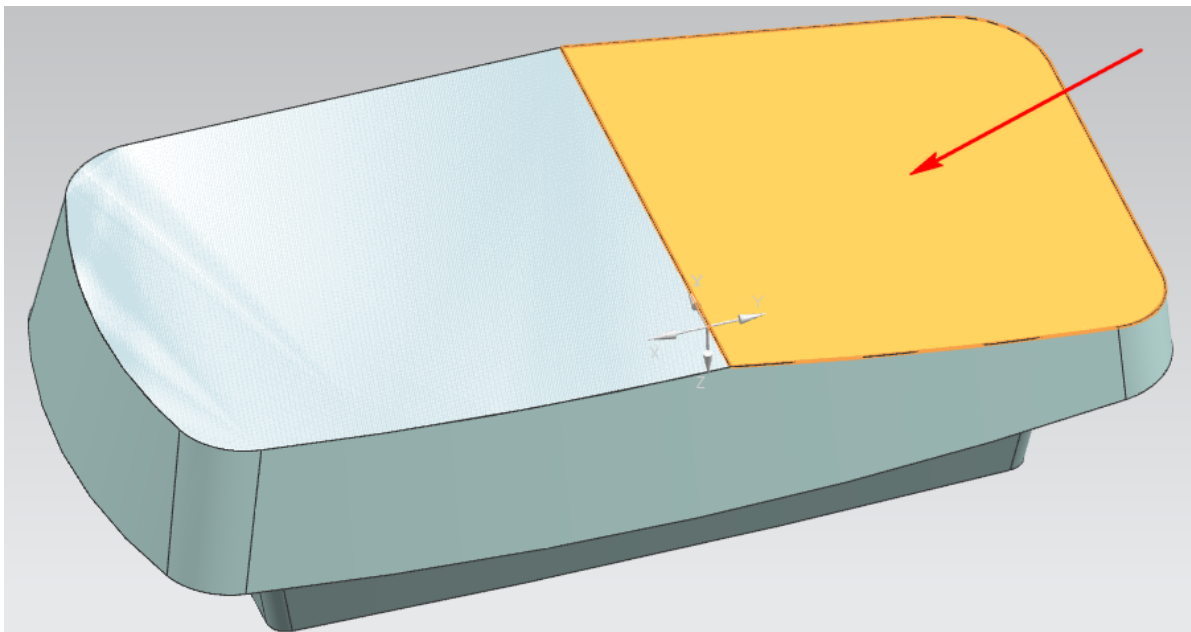

Рис. 2.25. Выбор наклонной грани в качестве области резания
- нажмите *Добавить новый набор* в окне *Область резания* (старый набор удалить) и укажите наклонную плоскость в качестве области резания для снятия припуска (см. рис. 2.25);